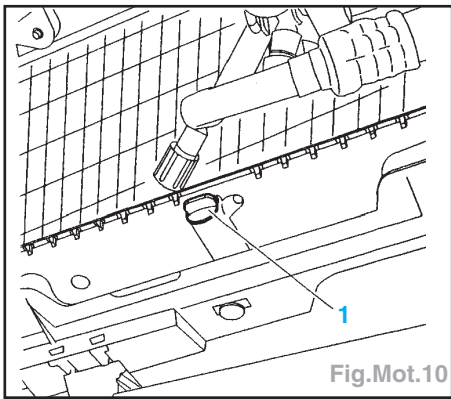

Fig.Mot.10
- Ouvrir la vis de purge et de vidange (1) du radiateur (Fig.Mot.10).